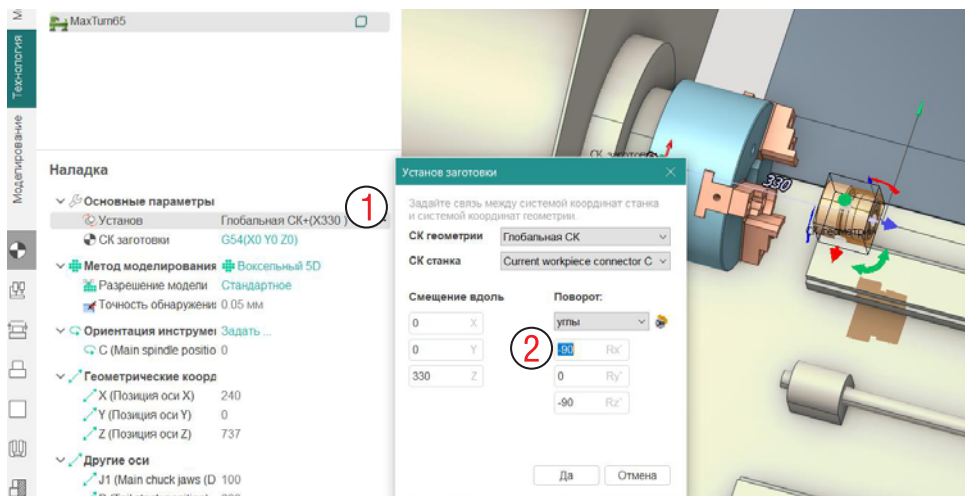

Рис. 10-1. Positionирование детали на станке.
На вкладке **Технология** нажмите на кнопку с тремя точками в графе **Установ** (1), чтобы разместить модель на станке. Переместите модель по оси Z на 330 мм (2 на рис. 10-1).